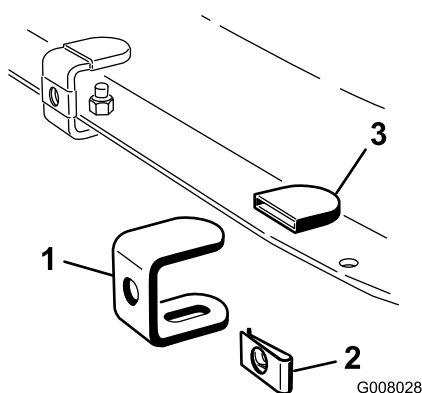

Figura 1
1. Assemblate 5 staffe come illustrato nella Figura 1 mediante 5 set di cappucci di gomma, piastrine per vite autofilettanti e staffe.